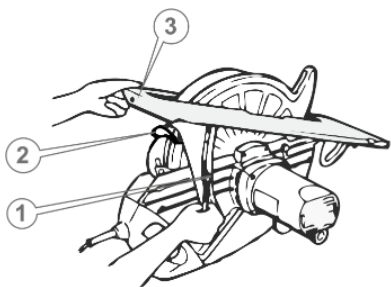

Рисунок 3. Регулювання глибини різі
5.2.2. Регулювання глибини різь (див. рис. 3)
1. Встановити пилу на рівній чистій поверхні верстата у положення, як на рис. 3.
2. Послабити важіль фіксації механізму регулювання глибини різь (1, рис. 3).
3. Обережно підняти край основи алюмінієвої бази (3, рис. 3), встановивши необхідну глибину різь (А).
4. Надійно затягнути важіль фіксації механізму регулювання глибини різь (1, рис. 3).
5. Перекона́тися, що глибину різь встановлено вірно – посунути рухливий захисний кожух за допомогою важеля (4, рис. 3) у напрямку руху годинникової стрілки, щоб відкрився робочий диск, та виміряти відстань (А).